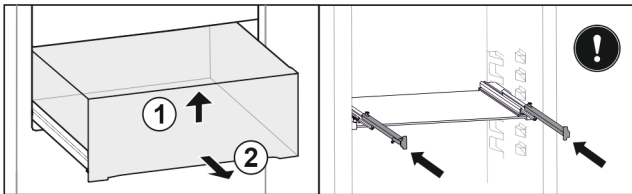

Fig. 27*
- ▶ Schuiflade aan de voorkant optillen Fig. 27 (1).*
- ▶ Er naar voren toe uithalen Fig. 27 (2).*